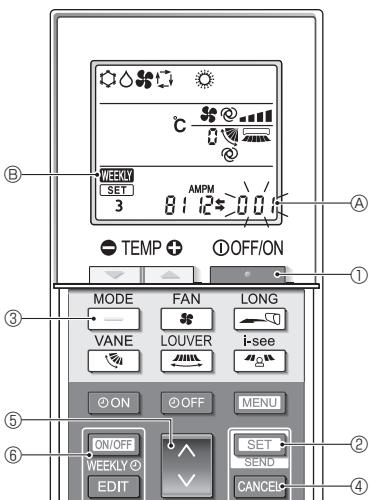

Fig. 6-7
#### 6.8.8. Cómo desactivar el funcionamiento en modo Auto (Fig. 6-7)
1.Pulse el botón **—** **①** para detener el acondicionador de aire.
• Si el temporizador semanal está activado, pulse el botón **ON/OFF** **⑥** para desactivarlo. ( **WEEKLY** **Ⓑ** desaparece).
2.Pulse el botón **SET** **②** durante 5 segundos.
3.Pulse el botón **④**.
4.Completar los ajustes (Fig. 6-7)